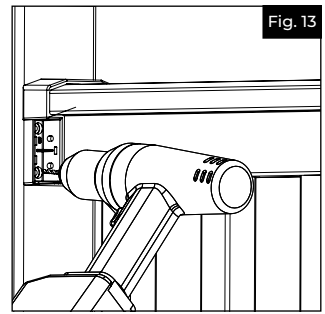

Fig. 13
- Répéter le processus de perçage d'avant-trous pour les trois autres vis (Fig. 13).